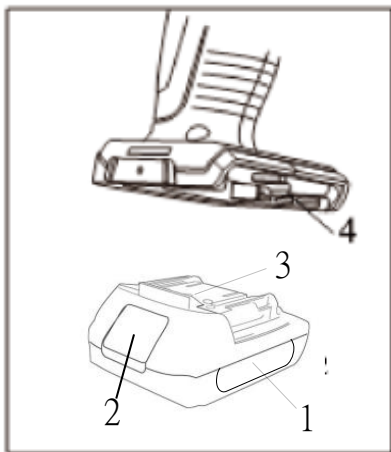

Рис.2
Нажмите кнопку для отделения аккумуляторного блока (1) и вытащите блок (2). (Рис.2)
Вставьте аккумуляторный блок (1) до фиксации (Рис.2).